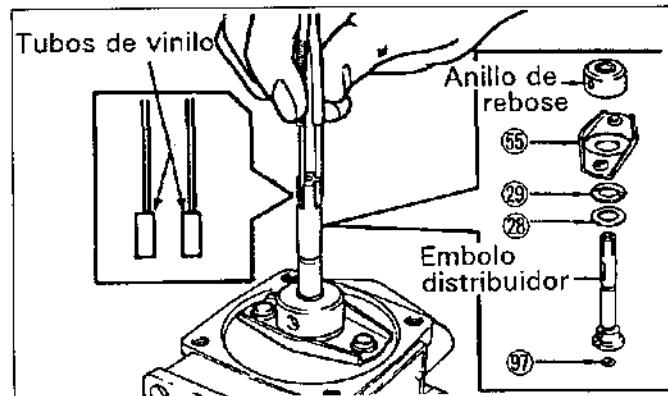

Figura.12-15 Extracción del émbolo distribuidor
(3) Extraiga el émbolo distribuidor, placa inferior del émbolo distribuidor ②⑤, placa superior ②⑥, asiento inferior de resorte de émbolo distribuidor ⑤⑤, junto con el anillo de rebose. (Vea la figura.12-15)